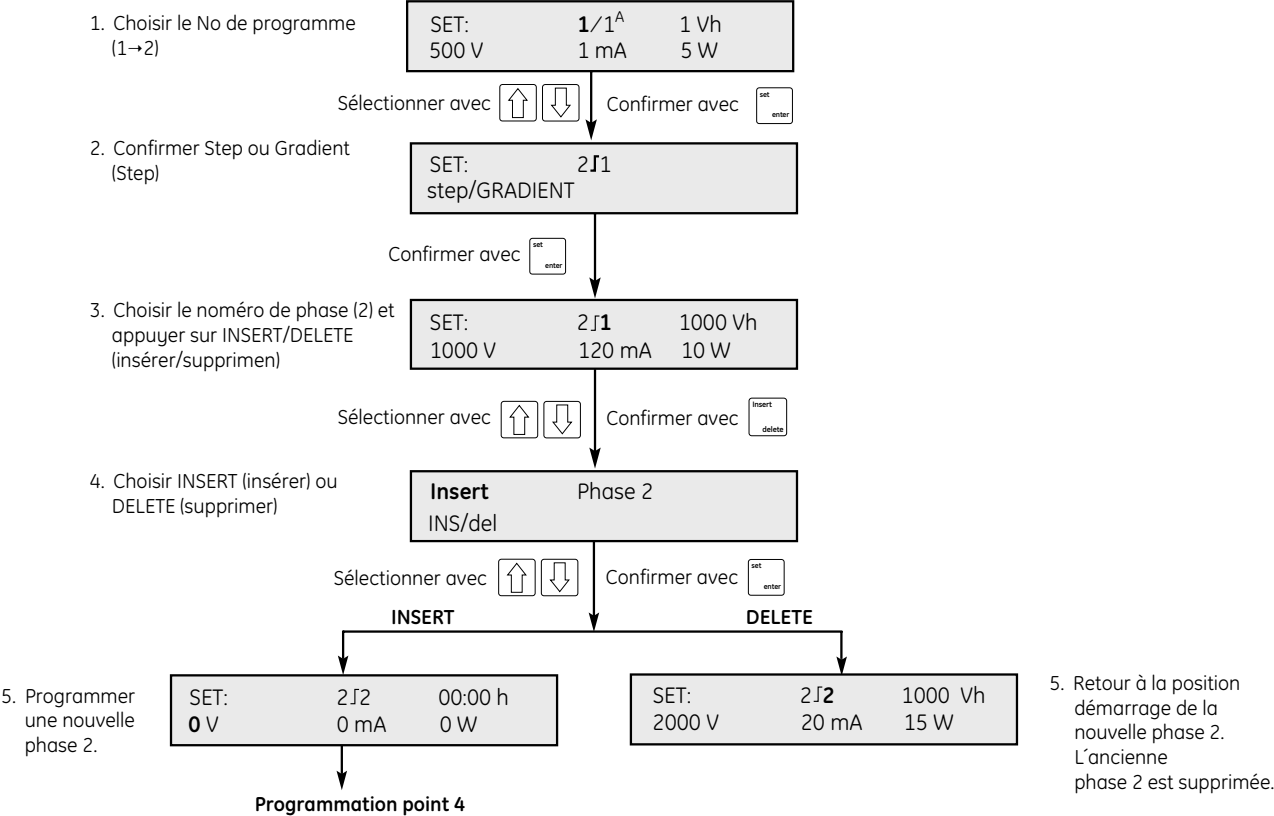

Fig 6. Insertion et suppression d'une phase dans un programme.
- 2. Édition d'une procédure (voir Fig 6 et 8);